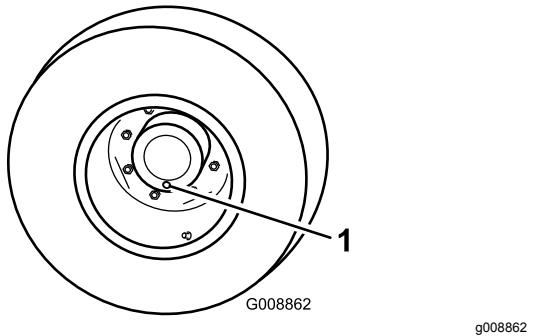

Figura 55
- Con la macchina su una superficie pianeggiante, posizionate una ruota in modo che un tappo di controllo si trovi alla posizione inferiore (a ore 6) (Figura 55).